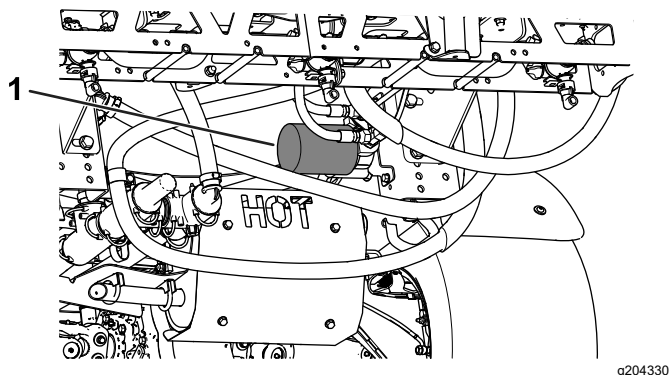

Figura 57
4. Îndepărtați filtrul (Figura 57).